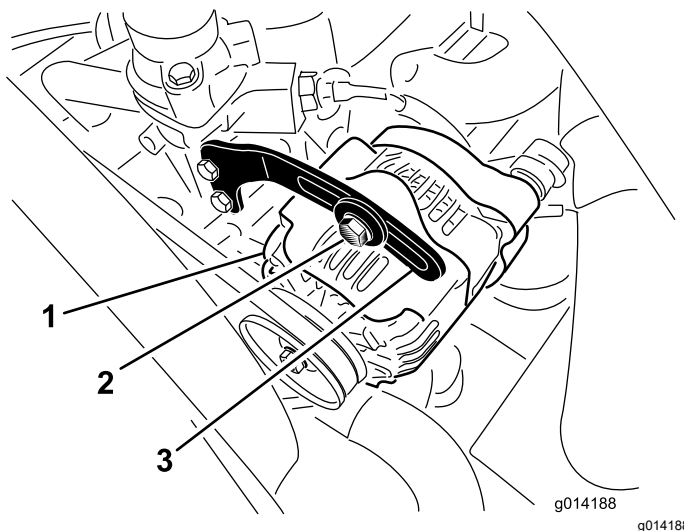

Figure 48
- Contrôlez la tension de la courroie d'alternateur (Figure 48) en exerçant une force de 10 kg (22 lb) à mi-distance entre les poulies d'alternateur et de vilebrequin.
- Desserrez le boulon qui fixe le renfort à l'alternateur (Figure 48), et le boulon de pivot d'alternateur.